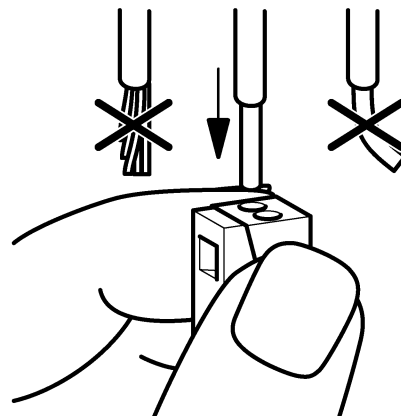

Figura 7: Collegamento del conduttore rigido
- Inserire il conduttore rigido fino al fermo in un'apertura tonda sul lato dell'installazione (figura 7).